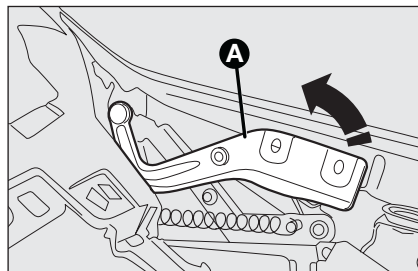

fig. 87
- soulever vers le haut le levier de support du capot moteur **A-fig. 87** et l'accompagner jusqu'à entendre le dé clic de blocage.